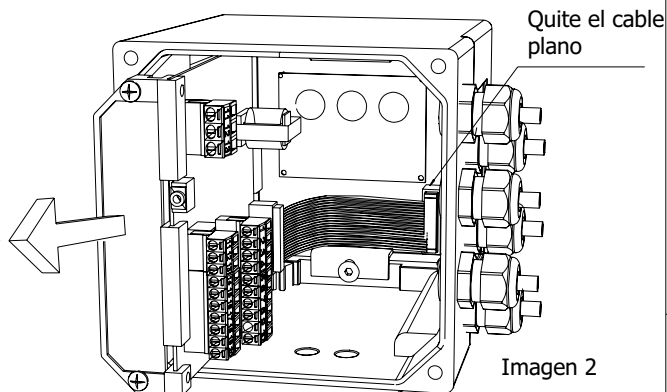

Imagen 2
- ☐ Levante la placa, retire el cable plano de la pantalla (imagen 2) y quite la placa de la caja.